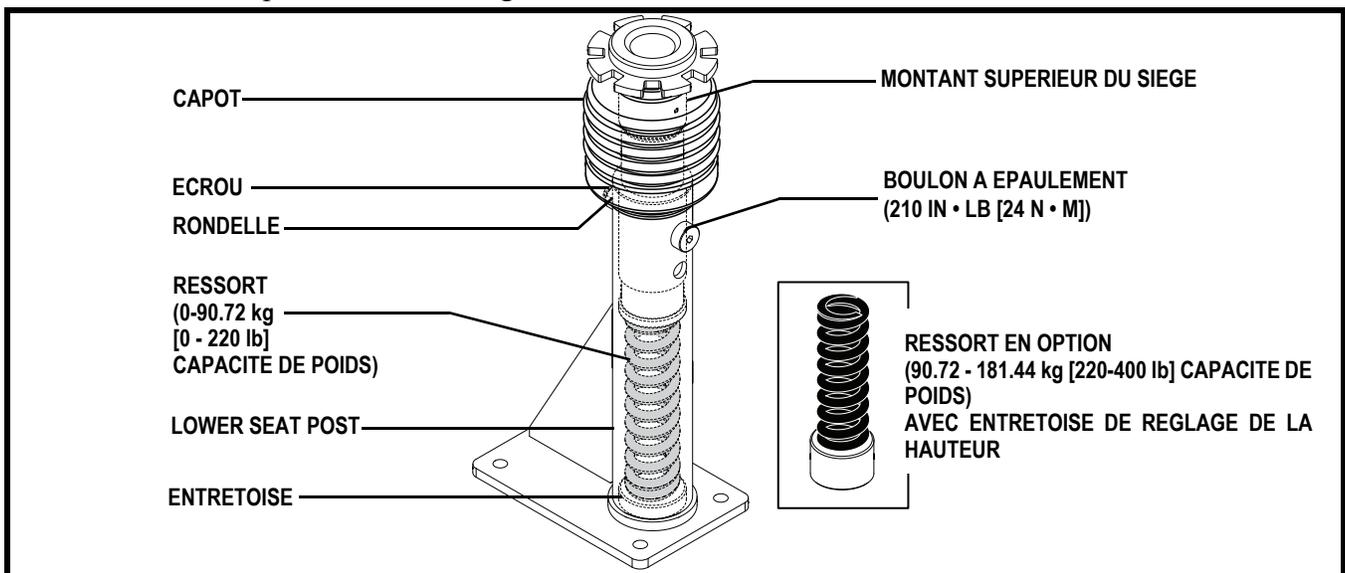

Figure 18. Reglage hauteur du siege - Montant du siege confort
4. Poussez vers le bas le montant du siège tout en desserrant et en enlevant le boulon à épaulement, la rondelle et l'écrou. **Voir la figure 18.**
6. Installez le ressort de confort désiré. **Voir la figure 18.**